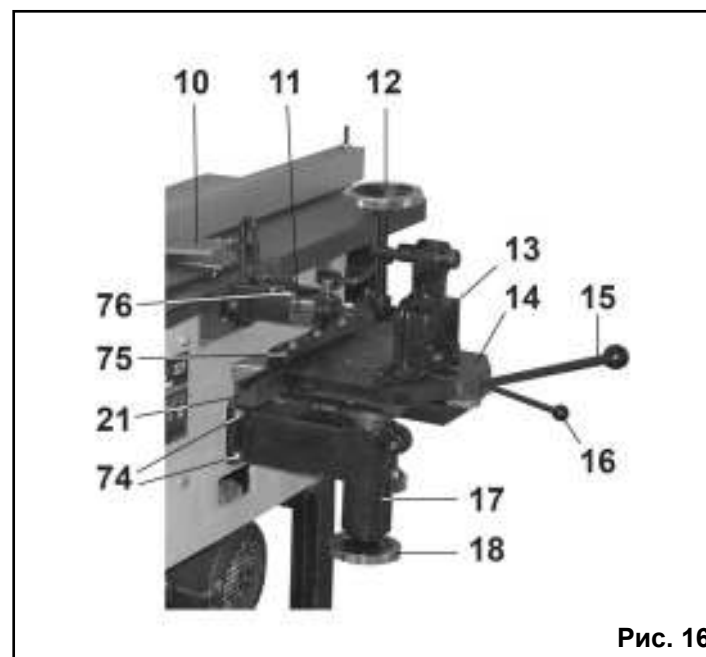

Рис. 16
8.2.16. Как показано на Рис. 16, установите и четырьмя установочными винтами (74) с шайбами надёжно закрепите стойку (17).
8.2.17. На стойке (17) в соединении «ласточкин хвост» установите подвижный стол (14), Рис. 16.
болтовым соединением упорную стойку (13) и направляющую (21) для установки держателя (75) заточки строгального ножа. В специальное отверстие упорной стойки (13) установите и зафиксируйте прижимное устройство (12), Рис. 16.